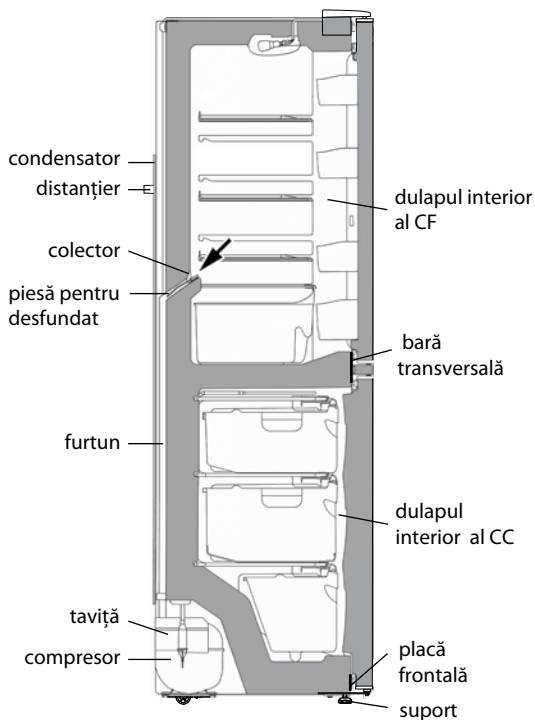

Figura 6 – Schema scurgerii apei rezultate în urma topirii din CF
**2.2.1** În CF se folosește un sistem automat de dezghețare. Bruma, care apare pe perețele din spate a CF, după deconectarea compresorului care lucrează în ciclu, se topește și se transformă în picături de apă. Picăturile de apă rezultată în urma topirii se scurg în colector, apoi prin gaura acestuia și prin furtun - în tavița de pe compresor, în conformitate cu figura 6 și se evaporă.
Prezența apei în colector indică înfundarea sistemului de drenaj. Pentru eliminarea înfundării folosiți piesa corespunzătoare și curățați gaura colectorului, astfel ca apa să se scurgă liber în taviță, apoi spălați piesa și instalați-o în conformitate cu figura 6.
**SE INTERZICE** să utilizați frigiderul cu sistemul de scurgere înfundat. Apa care a apărut pe fundul CF sau care a ajuns în locul de alăturare a barei transversale și a dulapului interior al CF, în conformitate cu figura 6, poate provoca coroziunea dulapului exterior al frigiderului și elementelor agregatului frigorific, defectarea izolației termice, formarea crăpăturilor dulapului interior și defectarea dulapului frigiderului.